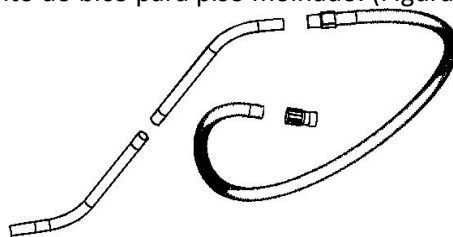

Figura 3
3. Coloque a extremidade da mangueira com o conector curto no conector quadrado e insira o interruptor do conector quadrado na ranhura do conector curto. A outra extremidade da mangueira deve ser conectada com diferentes conexões de acordo com o trabalho de limpeza, como o conjunto do bico para piso seco, o conjunto do bico para piso molhado. (Figura 3).